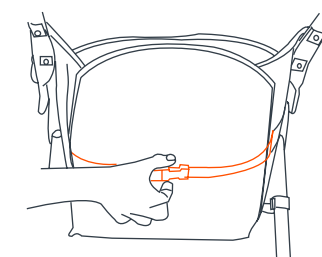
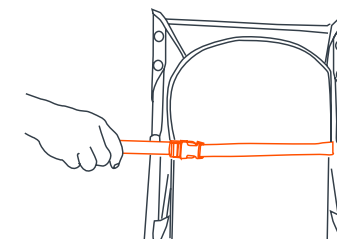

Fig. 15a
Fig. 15b
- 15) • El asiento posee múltiples posiciones de inclinación que se controlan mediante un sistema de correa y hebilla ubicado detrás del asiento (Fig. 15a). Para reclinar el asiento, suelte la correa por la hebilla y ajústela hasta lograr la posición de inclinación necesaria (Fig. 15b). Para colocar el respaldo en una posición más erguida, empujelo hacia arriba con una mano mientras tira de la correa por la hebilla con la otra. La correa se trabará automáticamente.